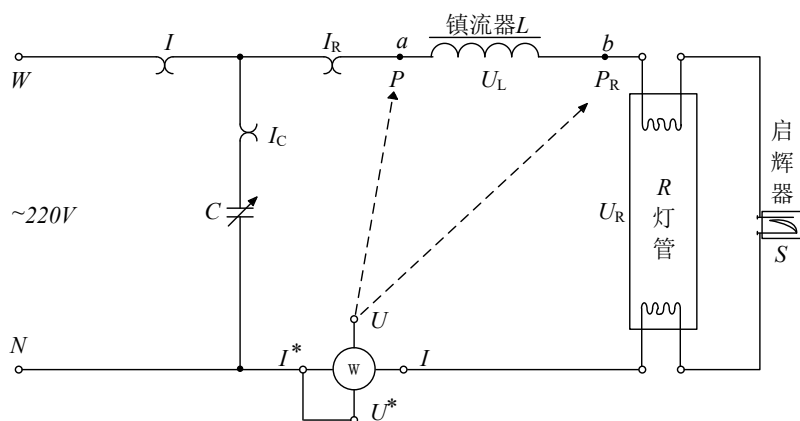

图 2.6 日光灯实验电路
①按照图 2.6 所示接线，图中 R 是日光灯管，L 是镇流器，S 是启辉器，C 是补偿电容器，W 是功率表。接线完毕后，必须再次检查线路后方可接通电源。
②将自耦调压器的输出相电压由 0 逐步调至 220V，注意观察灯亮时刻电源电压值。依次改变电容值，用功率表、电压表、电流表（用万用表测电压和电流）分别测量功率、电压和电流，将数据记入表 2.3 中，计算 P_L 和 $\cos \varphi$ 。其中： $\cos \varphi = P/UI$ ， $P_L = P - P_R$ ，P 为电路总有功功率， P_R 为灯管消耗的功率， P_L 为镇流器消耗的功率。测试完毕后，调压器手柄逆时针调至零，关闭电源。